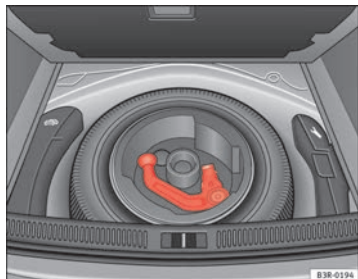

Fig. 151 Maletero: Rueda de repuesto con dispositivo para remolque
- Para vehículos con rueda de repuesto ⇒ fig. 151.